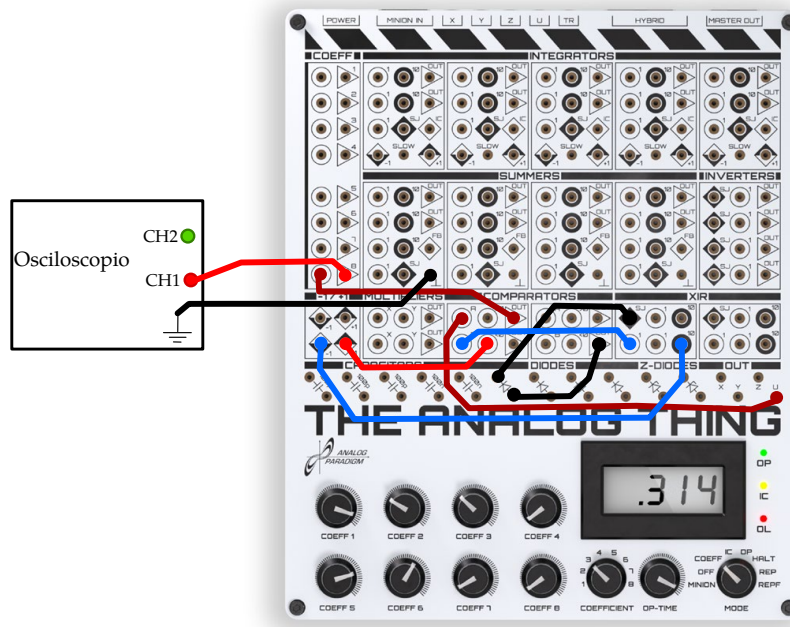

Figura 2: Conexiones para la onda cuadrada
- b) Realice cuidadosamente las conexiones que se ilustran en la figura 2